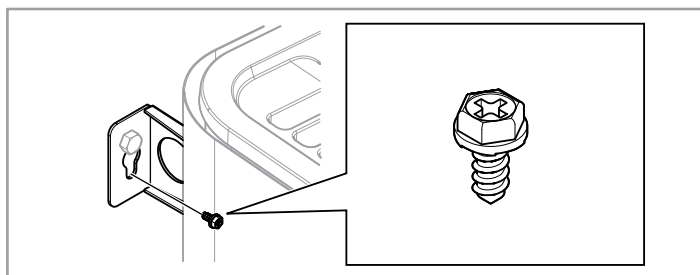

Fig 14: Konsolens låsskruv
12. Lås aggregatet på plats med låsskruven se Fig 14.